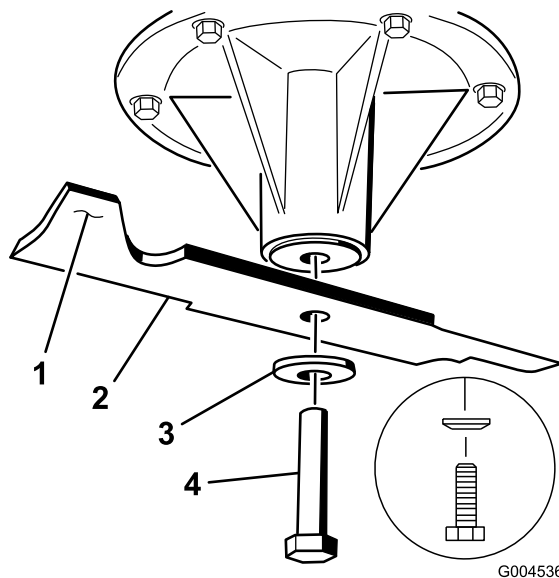

Bild 82
1. Setzen Sie das Messer auf die Spindelwelle (Bild 82).
2. Setzen Sie die Federscheibe und die Messerschraube ein (Bild 82).
Hinweis: Der Konus der Federscheibe muss bei der Installation in Richtung Schraubenkopf zeigen (Bild 82).